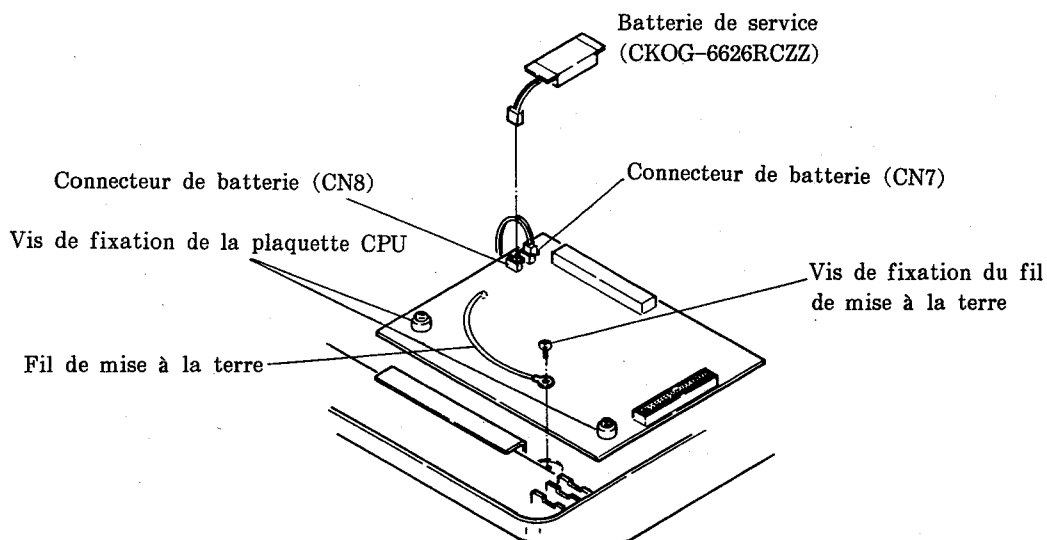

Fig. 16
- (7) Débrancher tous les connecteurs de la plaquette CPU, excepté la batterie de service. (Prendre garde de ne pas débrancher la batterie de service.)
- (8) Retirer les vis de fixation (2) de la plaquette CPU et la vis de fixation (1) du fil de mise à la terre, puis retirer la plaquette CPU du boîtier inférieur. (Voir la Fig. 16 ci-dessus.)